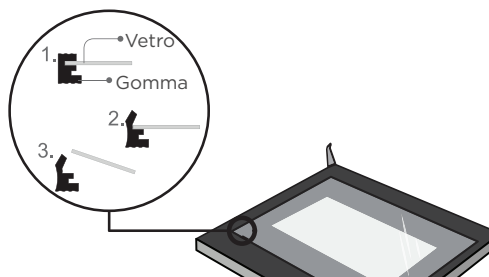

Figura 4
D. Dopo aver rimosso il doppio vetro, è possibile accedere al terzo vetro (se presente) e smontarlo come mostrato nella Figura 4.